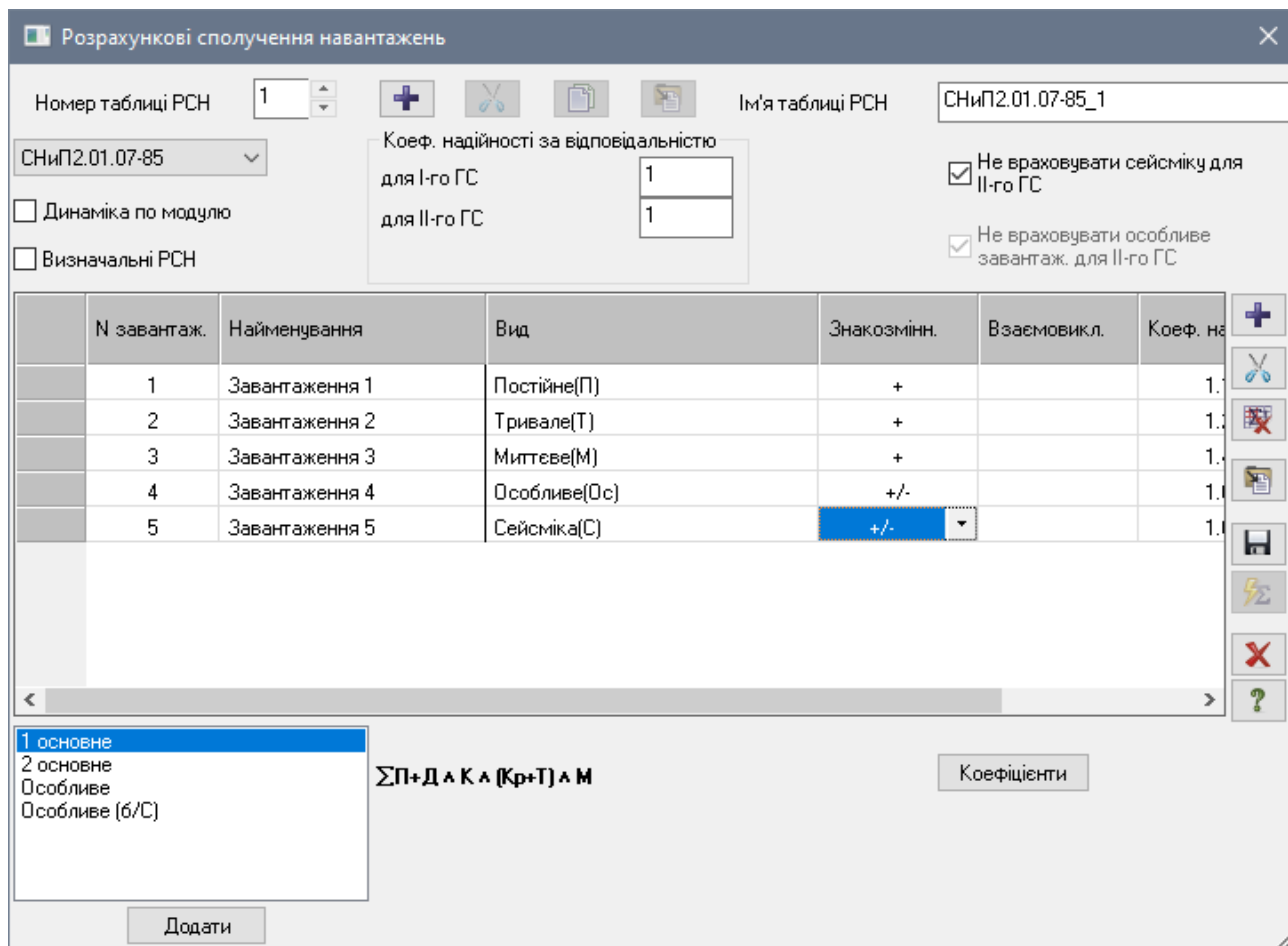

Рис. 3.32. Діалогове вікно Розрахункові сполучення навантажень
- Натиснувши на кнопку  – **РСН** (панель **Дод. розрахунки** на вкладці **Розрахунок**) відкрийте діалогове вікно **Розрахункові сполучення навантажень** (рис. 3.32).